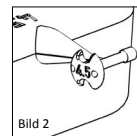

Bild 2
■ Bild 1a, 1b/2 Tolkskivan (Bild 1a, 1b) för totalproteser har åtta separata tolkar av olika längd (3,0 – 7,0 mm) som är fastgjorda i satellitform. På baksidan av varje tolk anges motsvarande längd (Bild 2). Öppningarna och borrhålen är till för att minska vikten, såväl som att ge bättre översikt under mätningens förlopp i mellanörat.